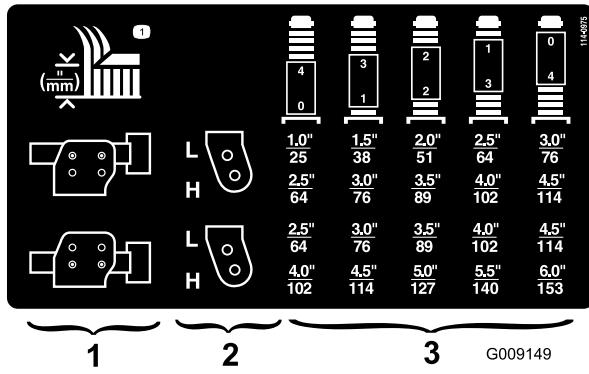

Figure 23
2. Placez les essieux des roues pivotantes dans les mêmes trous sur toutes les fourches. Pour choisir les trous corrects pour la hauteur de coupe requise, reportez-vous au tableau (Figure 23).
Pour déterminer les combinaisons d'entretoises requises pour les différentes hauteurs de coupe, reportez-vous au tableau (Figure 23).